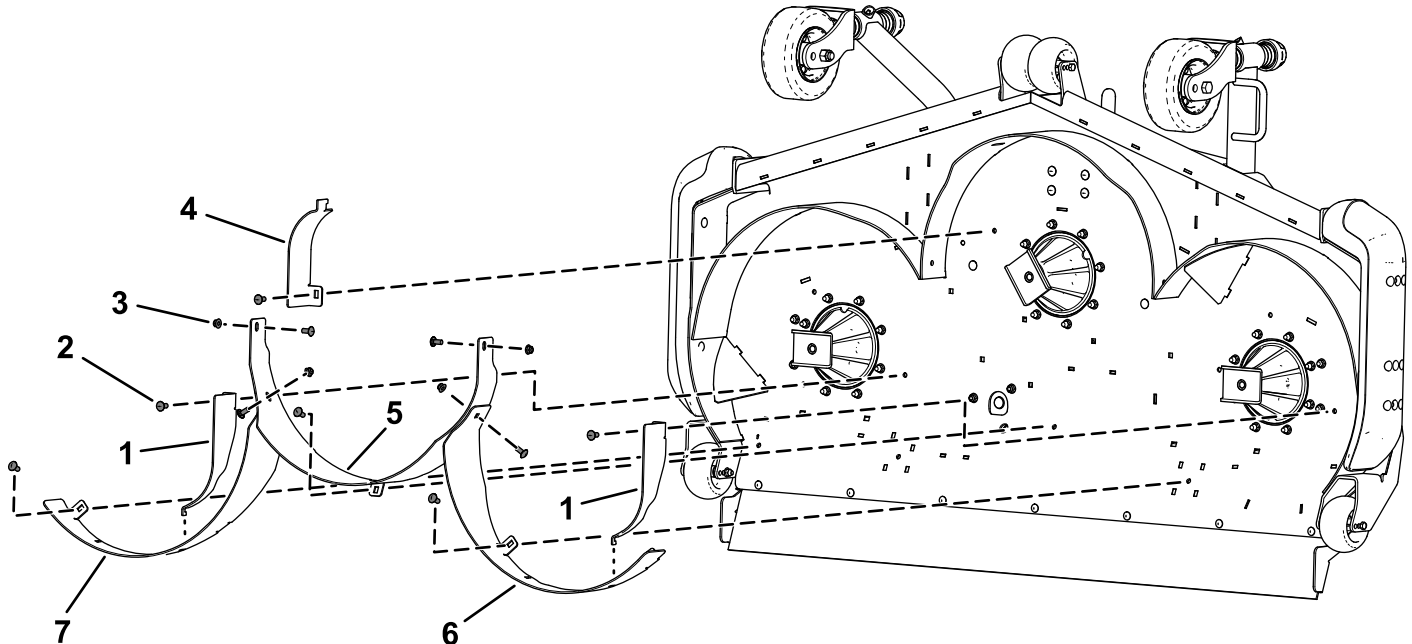

Bild 3
1. Befestigen Sie das hintere, rechte Ablenkmalech lose mit zwei Schlosssschrauben ($\frac{3}{8}$ " x $\frac{7}{8}$ ") und zwei Sicherungsmuttern ($\frac{3}{8}$ ") am Mähwerk, wie in Bild 3 dargestellt.
zwei Sicherungsmuttern ($\frac{3}{8}$ ") am Mähwerk, wie in Bild 3 dargestellt.
3. Befestigen Sie das hintere, mittlere Ablenkmalech lose mit drei Schlosssschrauben ($\frac{3}{8}$ " x $\frac{7}{8}$ ") und drei Sicherungsmuttern ($\frac{3}{8}$ ") am Mähwerk, wie in Bild 3 dargestellt.
4. Befestigen Sie das hintere, mittlere Ablenkmalech lose mit zwei Schlosssschrauben ($\frac{3}{8}$ " x $\frac{7}{8}$ ") und zwei Sicherungsmuttern ($\frac{3}{8}$ ") am hinteren, rechten und linken Ablenkmalech, wie in Bild 3 dargestellt.
5. Befestigen Sie die beiden seitlichen Ablenkmaleche und das mittlere Ablenkmalech lose mit drei Schlosssschrauben ($\frac{3}{8}$ " x $\frac{7}{8}$ ") und drei Sicherungsmuttern ($\frac{3}{8}$ "), wie in Bild 3 dargestellt.